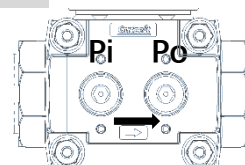

图 5
- 阀体两面有测压接口，安装压力开关可以测量入口压力 P_i 和出口压力 P_o ，见图 5